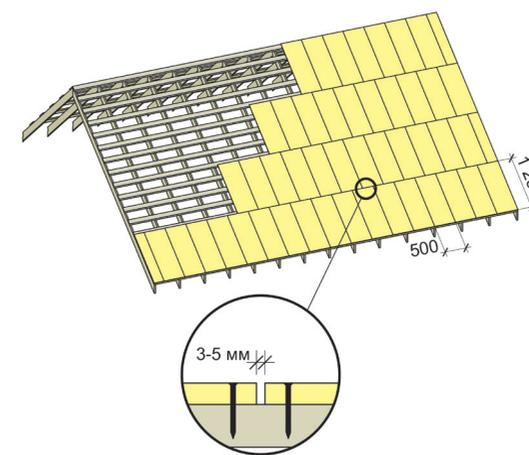

Рис. 5. Укладка сплошного основания из плит ОСП-3 или фанеры ФСФ по обрешётке.
- 3.1.3 Плиты необходимо разрезать на пять частей по длинной стороне и крепить в разбежку (рисунок 5).